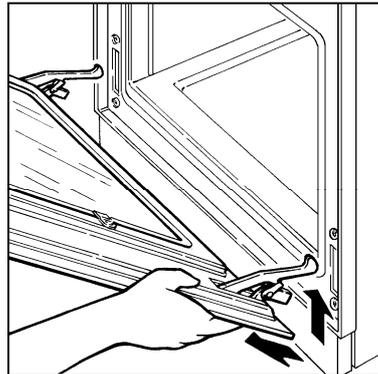

Fig. 4
- içar um pouco a porta e desmontá-la (Fig. 4).